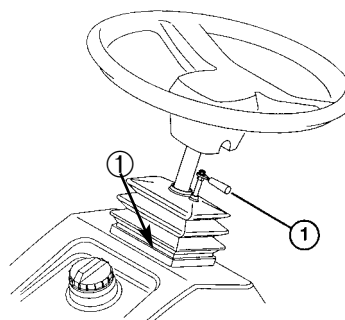

Fig. 8
**Leva di inclinazione del volante** (Fig. 8)—La leva, sulla destra della console, permette di regolare il volante per il comfort del conducente.